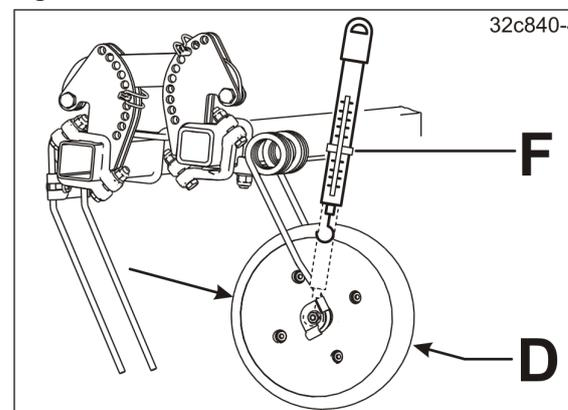

Fig. 158
8. Den Rollenandruck an den Boden, z.B. mit einer Federwaage (siehe Fig. 158) prüfen.